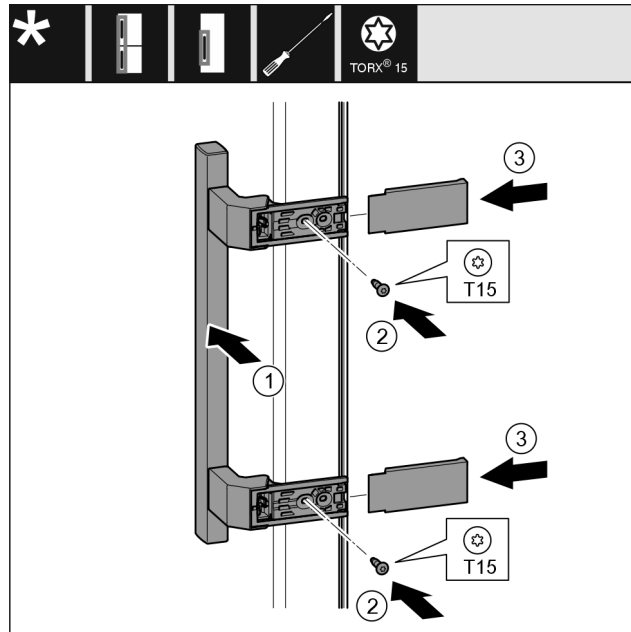

Fig. 41
- Breng het handvat Fig. 41 (1) aan de andere kant aan.
- Schroeven Fig. 41 (2) met een schroevendraaier vastschroeven.
- Plaats de afdekkingen Fig. 41 (3) op de zijkanten en schuif ze erop.